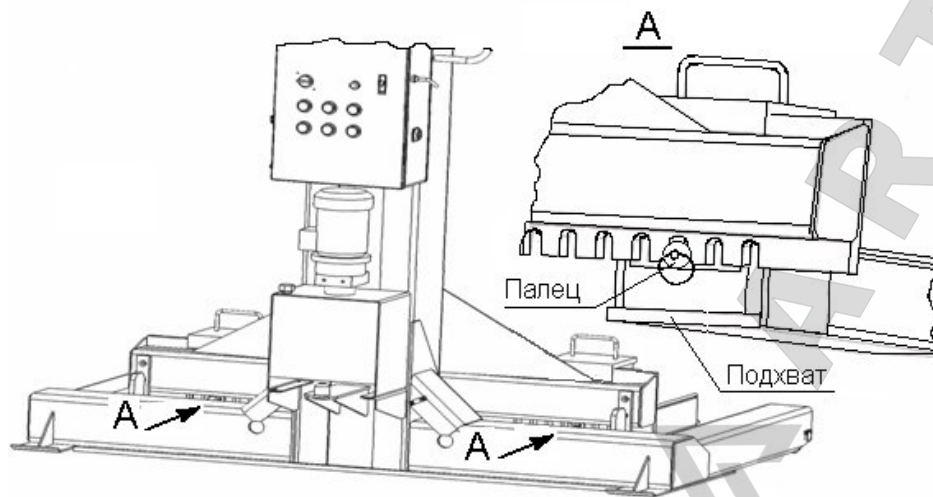

Рис. 6.
6.2.7. Навесить подхваты на каретки стоек и зафиксировать пальцами (см. Рис. 6).